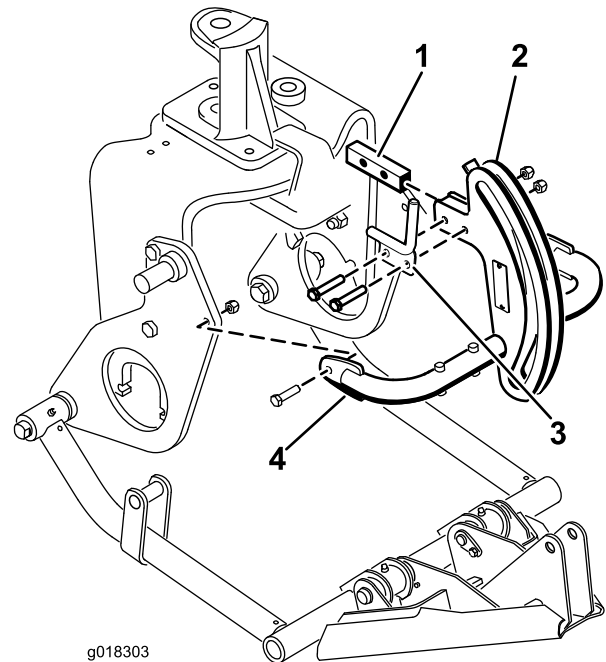

Figura 9
enganche con 2 pernos (3/8 x 2 pulgadas) y tuercas (Figura 9).
7. Monte los tubos del bastidor de enganche en las chapas laterales con pernos (3/8 x 1-1/2 pulgadas) y tuercas (Figura 9). Apriete los herrajes.